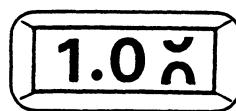

Fig. 16
(1) カウンタの位置ずれ調整
- 基準ブロックを用いて零合せを行ったとき、Fig. 16のようにカウンタが位置ずれしている場合は、次の手順に依り調整して下さい。